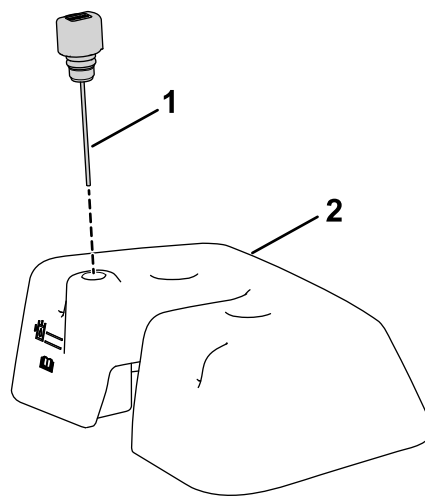

図 12
5. リークディテクタタンクにディップスティックを取り付ける 図 12。